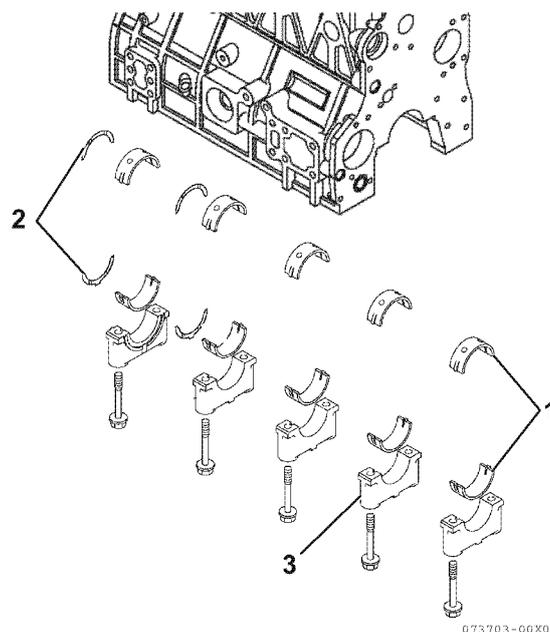

Figure 6-66
4. Retirez les chapeaux du palier principal (3, **Figure 6-66**). Veillez à noter les repères sur les chapeaux de palier principal ou à les marquer vous-même afin de pouvoir les déposer dans le même ordre que lors de leur dépose. Ne déposez pas les inserts de palier pour le moment.
7. Retirez les inserts de palier (1, **Figure 6-66**) et les paliers de butée (2, **Figure 6-66**).